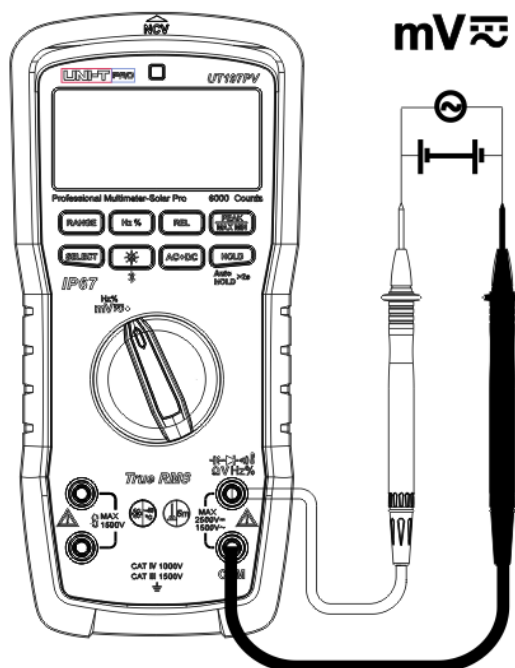

Figure 8
4. Mesure AC en mV (Figure 8)
5. Mesure de la tension DC en mV (Figure 8)